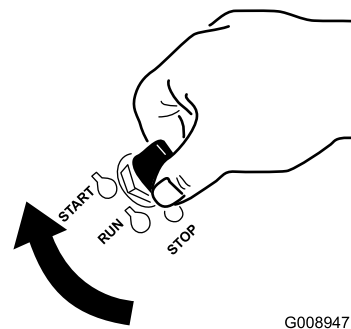

Figure 12
1. Tournez la clé de contact à la position DÉMARRAGE (Figure 12). Relâchez la clé quand le moteur démarre.
6. Tournez la clé de contact à la position DÉMARRAGE (Figure 12). Relâchez la clé quand le moteur démarre.